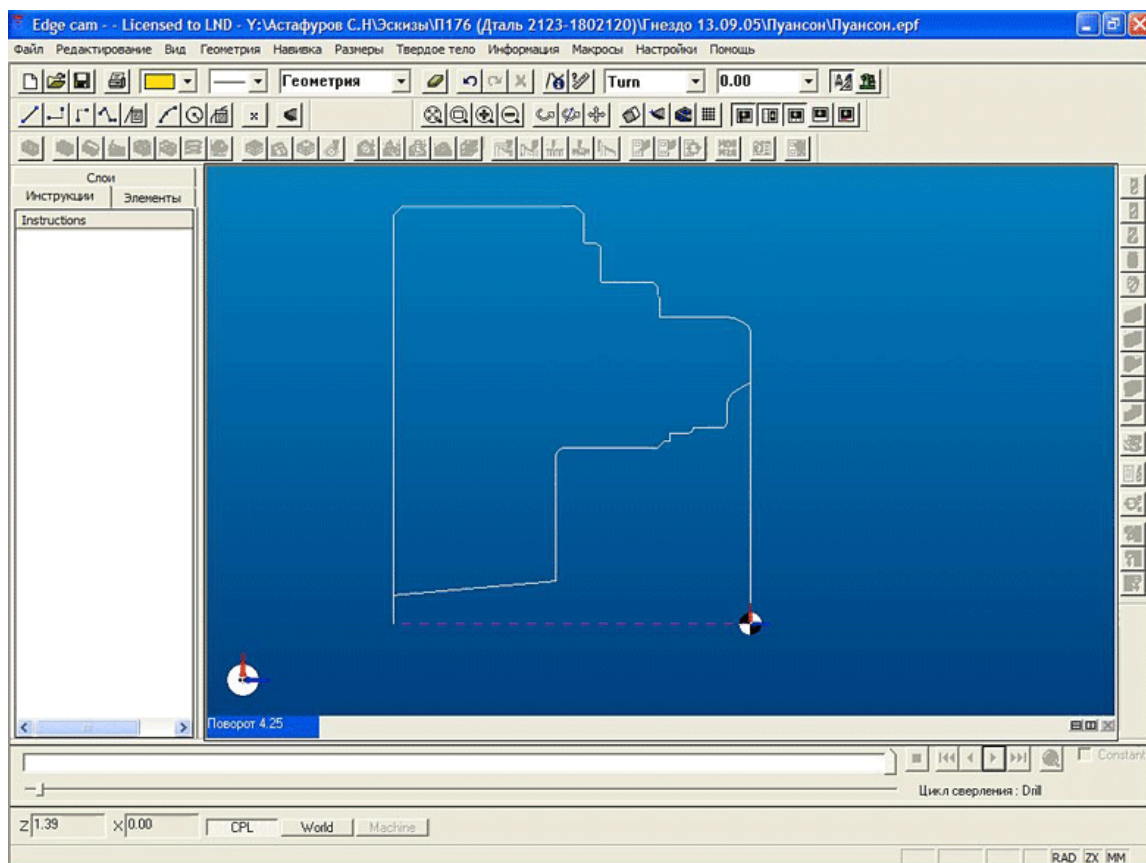

Рис. 2. Вставляем деталь в Edgcam.
3. Вставляем деталь в Edgesat для предварительной обработки и ориентируем её в пространстве (ZX режим, Трансформация, Перенос) рис. 2